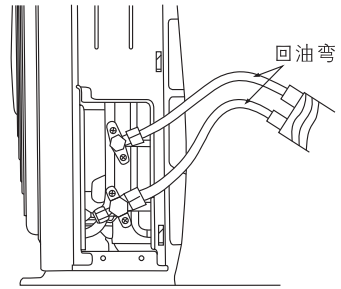

图 27
**注意** 当室外机比室内机安装位置高时，必须将铜管弯制“回油弯”，如图27所示。